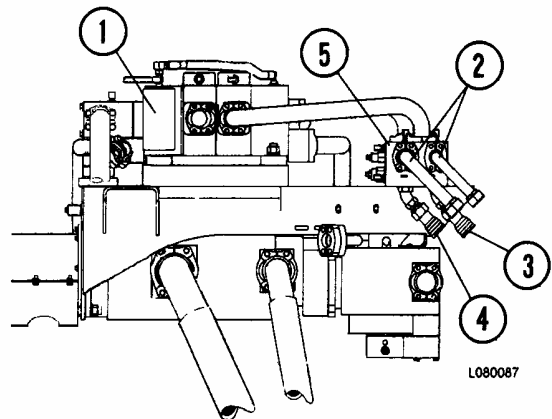

FIGURA 30-1 MODULO DE LA BOMBA, CONEXIÓN DE LA MANGUERA
En el ejemplo que se muestra a continuación, la Figura 30-1 ilustra una conexión típica desde el camión en buenas condiciones. El camión inhabilitado puede ser otro Modelo 930E o un modelo Komatsu diferente.
1. Con el camión en buenas condiciones estacionado lo más cerca posible del camión con problemas, instale una manguera desde la desconexión rápida de **subida** (4, Figura 30-1) al circuito de **bajada** de la tolva del camión con problemas. La manguera debe tener una capacidad nominal que soporte una presión de 17.000 kPa (2500 psi) o superior.
NOTA: Si ambos camiones son modelo 930E, las mangueras se instalarán en las desconexiones rápidas que se muestran en la Figura 30-1 y **se cruzarán** cuando se conecten.